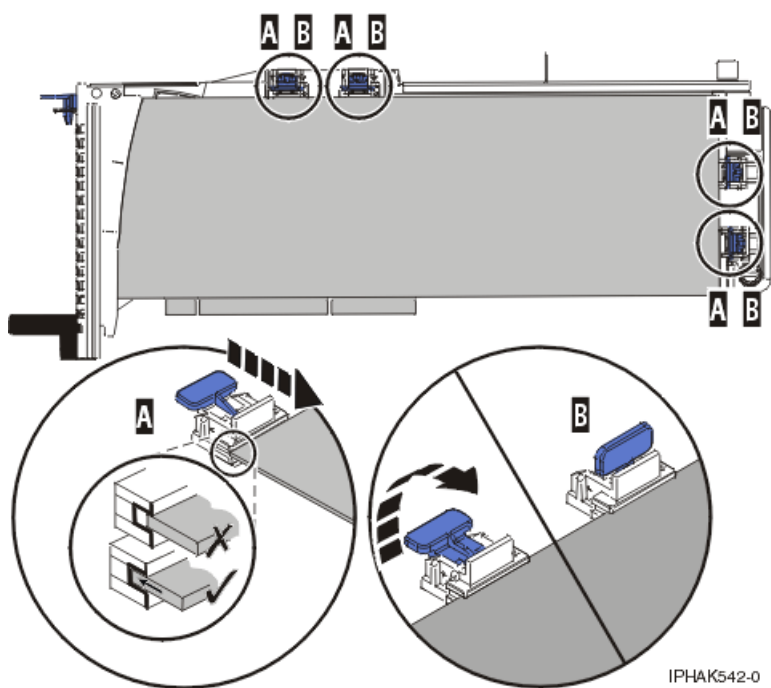

図 157. 所定位置に保持具およびスタビライザーが付いた PCI アダプター・カセット内の Long PCI アダプター
- 3) 保持具 (B) をセットして、ロックする。図 157を参照してください。